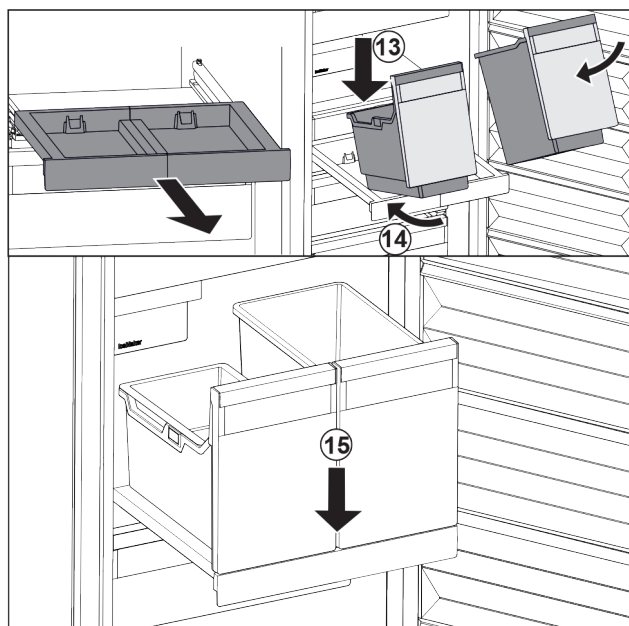

Fig. 106
- ▶ Placer les bacs sur le compartiment coulissant en les inclinant. Fig. 106 (13)
- ▶ Pousser les bacs jusqu'au fond en les inclinant. Fig. 106 (14)
- ▶ Déposer les bacs par l'avant. Fig. 106 (15)